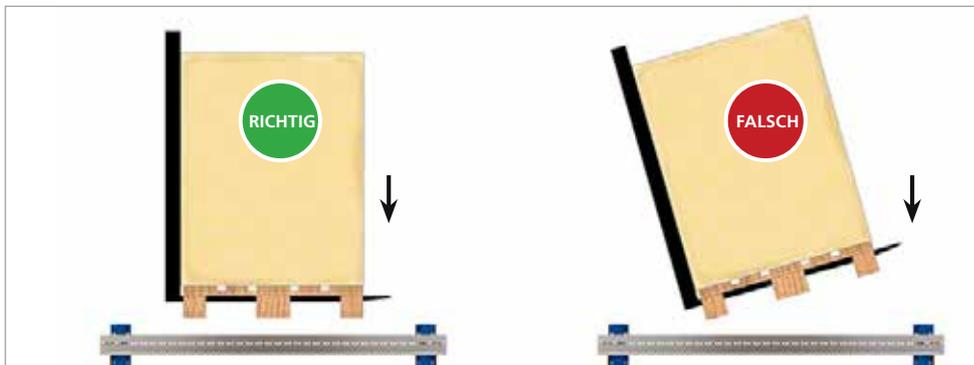

Abb. 9. Die Palette parallel auf die Tragschiene setzen
- Das **Anheben und Absenken der Last** erfolgt mit den Gabeln in horizontaler und zentrierter Position. Dieser Vorgang muss mit der geringsten Geschwindigkeit erfolgen (Abb. 9).